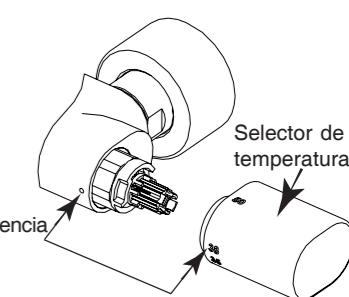

Fig. 9
- Volver a montar el selector de temperatura (sin girar el eje) alineando la cifra 38 con la referencia (fig. 9).